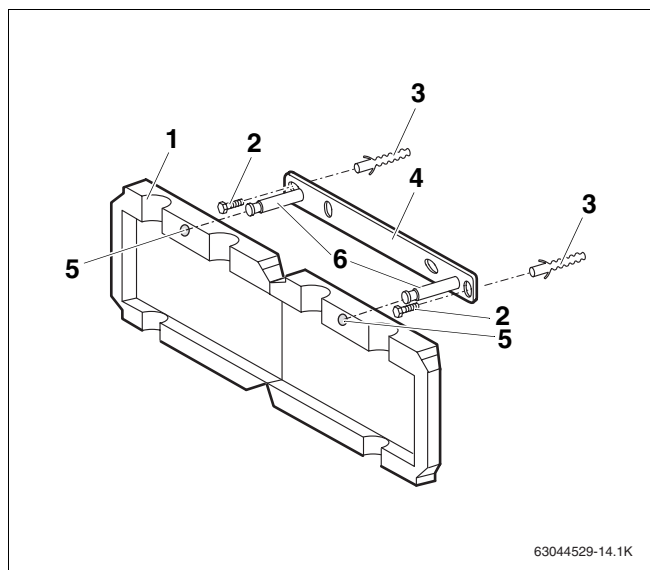
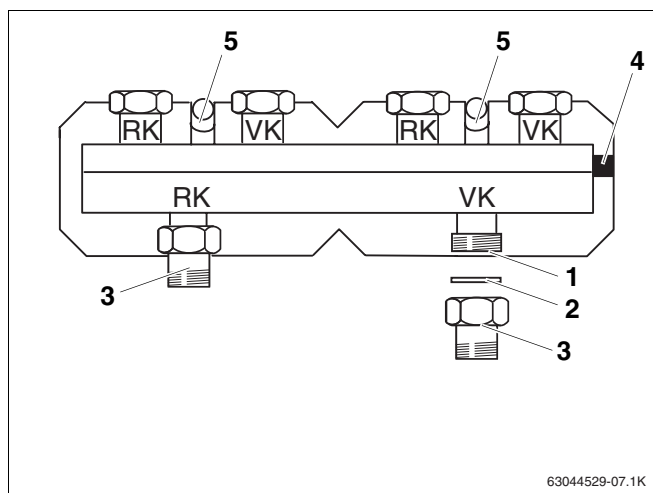

Fig. 6 Montaggio del supporto a parete
Fig. 7 Montaggio del raccordo filettato
- Disporre il supporto a parete (fig. 6, **pos. 4**) contro la parete e orientarlo con una livella a bolla.
- Segnare i punti di fissaggio per il supporto a parete e praticare i fori per i tasselli (fig. 6, **pos. 3**).
- Fissare il supporto a parete alla parete con i tasselli (fig. 6, **pos. 3**) e le viti (fig. 6, **pos. 2**).
- Aprire le aperture (fig. 6, **pos. 5**) per il supporto a parete (fig. 6, **pos. 4**) nel componente di isolamento termico posteriore.
- Spingere il componente di isolamento termico posteriore (fig. 6, **pos. 1**) dal distributore del circuito di riscaldamento sul supporto a parete (fig. 6, **pos. 4**).
- Agganciare il collettore del circuito di riscaldamento (fig. 7, **pos. 1**) sulle staffe (fig. 6, **pos. 6**) del supporto a parete per mezzo delle asole (fig. 7, **pos. 5**).
- Avvitare i raccordi filettati (fig. 7, **pos. 3**), con le guarnizioni già inserite (fig. 7, **pos. 2**), al collettore del circuito di riscaldamento (fig. 7, **pos. 1**).